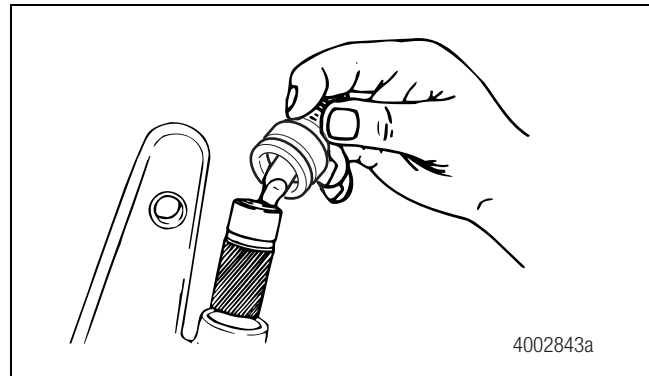

Figura 3.13
2. Retire la funda de la carcasa. Jale el conjunto del activador, extrayéndolo de la carcasa. Figura 3.13. Deseche la funda e instale una funda nueva a la hora de ensamblar el ajustador automático de freno.